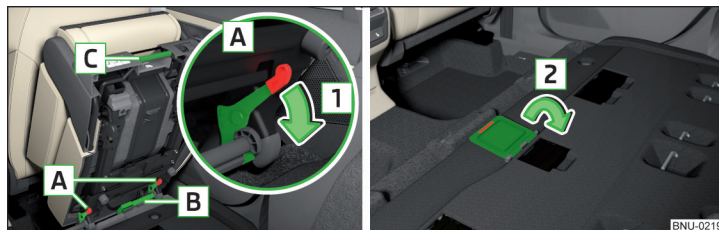

Fig. 86 Deblocarea scaunului / închiderea clapetei
- ▶ Deblocați scaunul apăsând elementele de blocare **A** în sensul săgeții **1** » fig. 86.
- Scoateți scaunul din mijloc și închideți clapeta prizei din podea » fig. 86 la pagina 88.
- Înainte de montarea scaunului din mijloc, deschideți clapeta prizei din podea, în sens contrar săgeții **2** » fig. 86 la pagina 88.